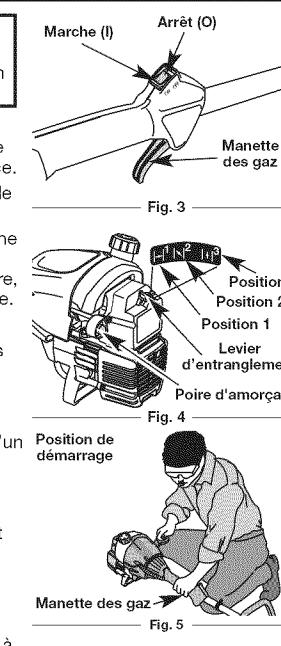

Fig. 5
AVERTISSEMENT : évitez tout démarrage accidentel. Tenez-vous en position de démarrage lorsque vous tirez sur la corde de démarrage (Fig. 5). L'opérateur et l'appareil doivent tous deux être en position stable pour éviter des blessures graves.
4. Accroupissez-vous en position de démarrage (Fig. 5), pressez la poignée des gaz et tirez le cordon de démarrage d'un mouvement contrôlé et ferme à 5 reprises.